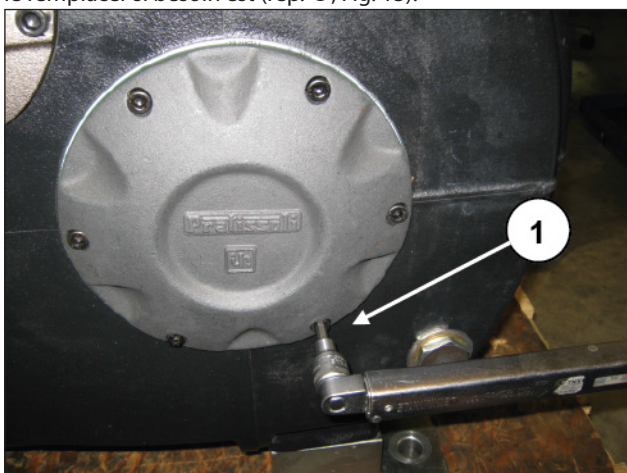
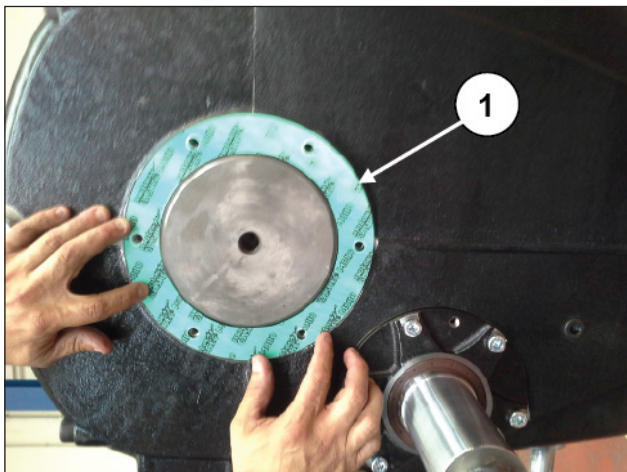

Fig. 12
Fig. 13
Démonter le couvercle du vilebrequin en dévissant les vis correspondantes (rep. ①, Fig. 12), puis dégager le joint plat et le remplacer si besoin est (rep. ①, Fig. 13).